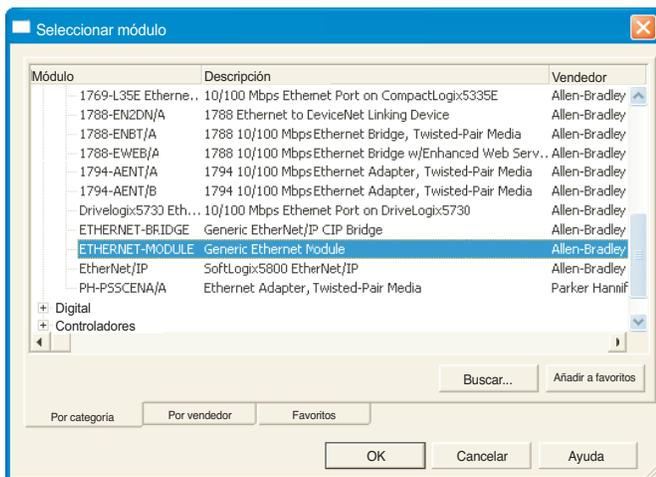

Imagen 4.3.21n Selección «Módulo EtherNet genérico»
3. Utilizando la barra de desplazamiento según sea necesario, haga clic en el elemento «Módulo EtherNet genérico» (imagen 4.3.21n) y haga clic en «Aceptar» (o haga doble clic en el elemento seleccionado).